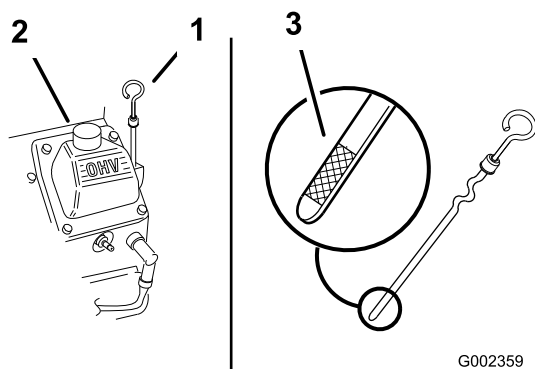

图 44
- 清洁量油尺周围的区域 图 44 防止灰尘落入注油孔并损坏发动机。
- 取出量油尺擦拭干净然后完全安装到位 图 44。
油位应介于量油尺上“F”已满与“L”较低标记之间 图 44。
- 如果油位低于“L”较低标记应取下加油管盖图 44 添加指定机油直至油位达到量油尺上的“F”已满标记。